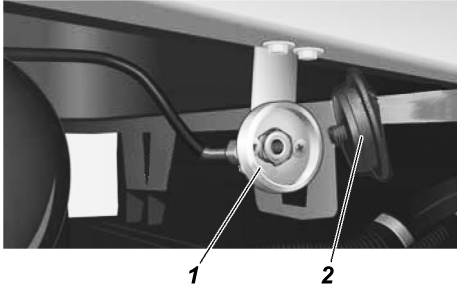
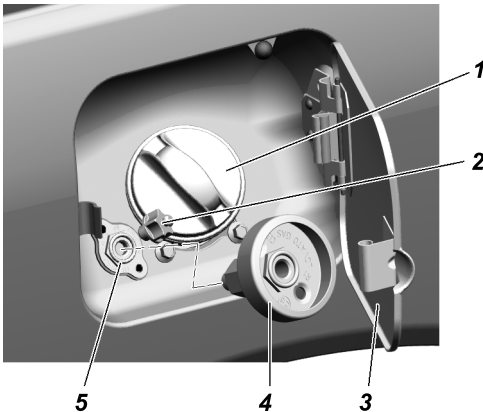

Рис. 23. Заправочное устройство для автомобилей УАЗ-236021, УАЗ-236022, УАЗ-236031:
Рис. 24. Заправочный люк для автомобилей УАЗ-236321, УАЗ-236322:
2. Снимите заглушку 2 (рис. 23) с заправочного устройства (для автомобилей УАЗ-236021, УАЗ-236022).
3. Окройте крышку люка 3 (рис. 24). Снимите пробку бензобака 1 и пробку 2 с заправочного устройства 5 ввернув переходник в заправочное устройство 4 (для автомобилей УАЗ-236323, УАЗ-236324).
4. Присоедините муфту дополнительного шланга к заправочной горловине 1 (рис. 23) или переходнику 4 (рис. 24) и начните заполнение баллона.